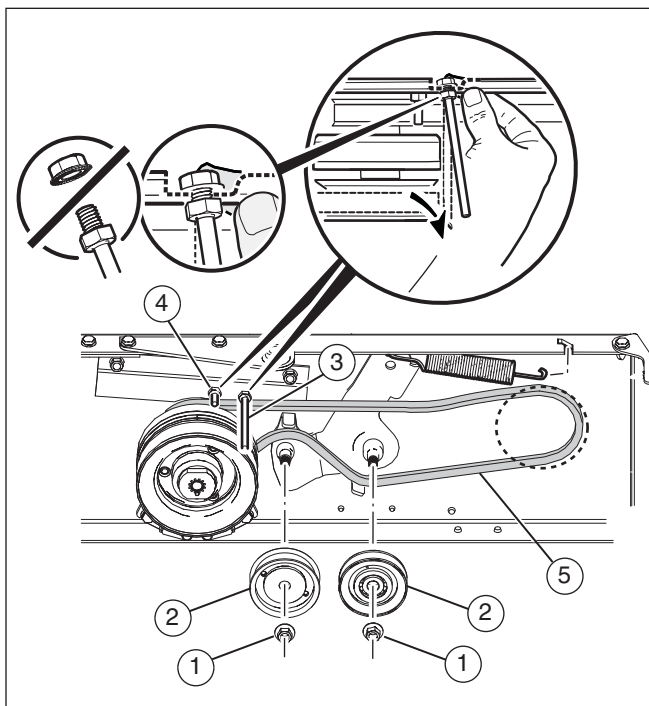

Figure 33
3. Retirer les écrous (1) et les poulies de tension (2) (voir la **Figure 33**).
4. Desserrer les guides de courroie (3) et (4) de la poulie bloc.
5. Retirer la courroie d'entraînement à mouvement (5) de la poulie motrice et de la poulie bloc.